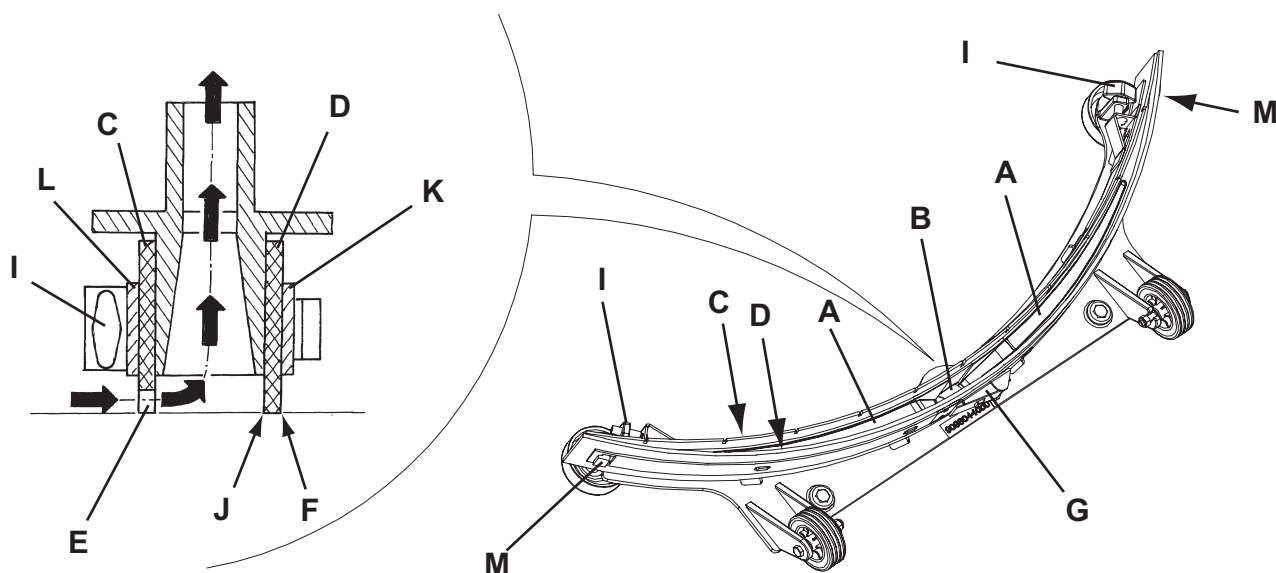

Рис. 4
3. Опустите швабру (21) с помощью рычага (7).
4. Ослабьте маховики (22) и снимите швабру (21).
5. Отсоедините вакуумный шланг (10) от швабры.
6. Вымойте и очистите швабру (Рис. 4). В частности, очистите отсеки (А) и отверстие (В) от грязи и мусора. Проверьте передний скребок (С) и задний скребок (D) на предмет их целостности, отсутствия порезов и разрывов; в случае необходимости замените их (см. порядок действий в следующем разделе).
1. Очистите швабру (рис. 4) как описано в предыдущем абзаце.
2. Убедитесь, что кромка (Е) переднего скребка (С) и кромка (F) заднего скребка (D) установлены на одном и том же уровне по всей длине; в противном случае отрегулируйте их высоту следующим образом:
- Освободите соединительную тягу (G) и освободите фиксаторы (M) и отрегулируйте задний скребок (D); затем зацепите фиксаторы и зацепите соединительную тягу.
- Ослабьте маховики (I) и отрегулируйте передний скребок (С); затем затяните маховики.
3. Проверьте передний (С) и задний скребки (D) на целостность, наличие порезов и разрывов; если необходимо замените их, как показано ниже. Проверьте, не изношен ли передний угол (J) заднего скребка; в противном случае переверните скребок, чтобы поменять местами изношенный угол с целым. Если и другие углы изношены, замените скребок в следующем порядке:
- Освободите соединительную тягу (G), отцепите фиксатор (M) и снимите стопорную планку (K), затем замените/ переверните задний скребок (D).
- Отвинтите маховики (I) и снимите стопорную планку (L), затем замените передний скребок (С).